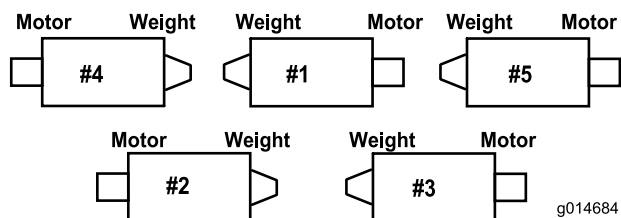
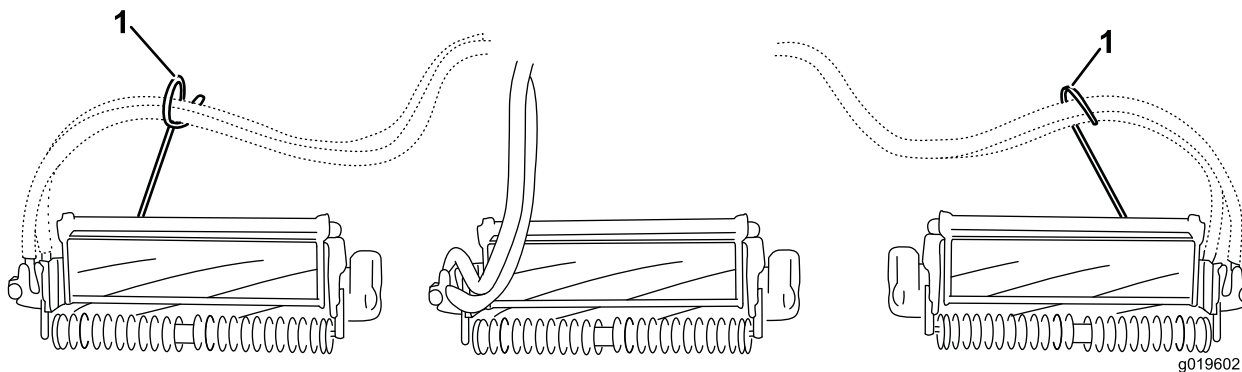
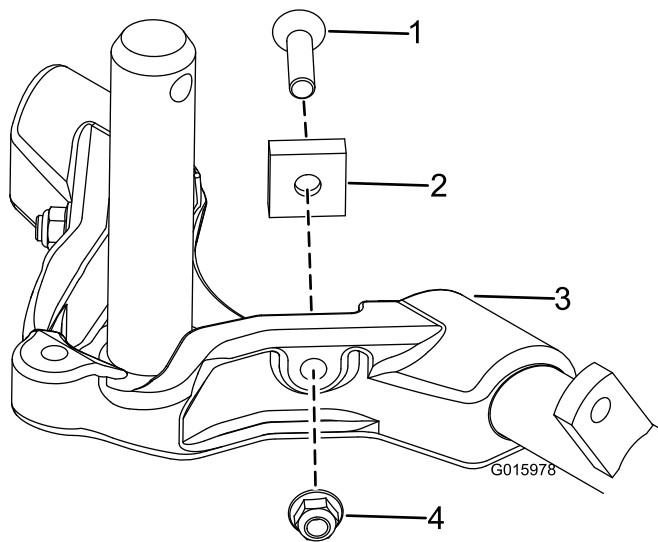

Figura 12
Figura 14
Figura 15
Importante: Sugli elementi di taglio n. 4 (anteriore sinistro) e n. 5 (anteriore destro), utilizzate i dadi di fissaggio della staffa dell'asta per montare le guide del flessibile sulla parte anteriore delle alette degli elementi di taglio. Le guide del flessibile devono essere inclinate verso l'elemento di taglio (da Figura 12 a Figura 14)
6. Solo sugli apparati di taglio da 69 cm aumentate lo sterzo degli apparati di taglio posteriori rimuovendo i (2) distanziali del perno, le viti a esagono incassato e i dadi di bloccaggio flangiati (Figura 15) dai telai portanti degli apparati di taglio (#2 e #3) posteriori (Figura 12).